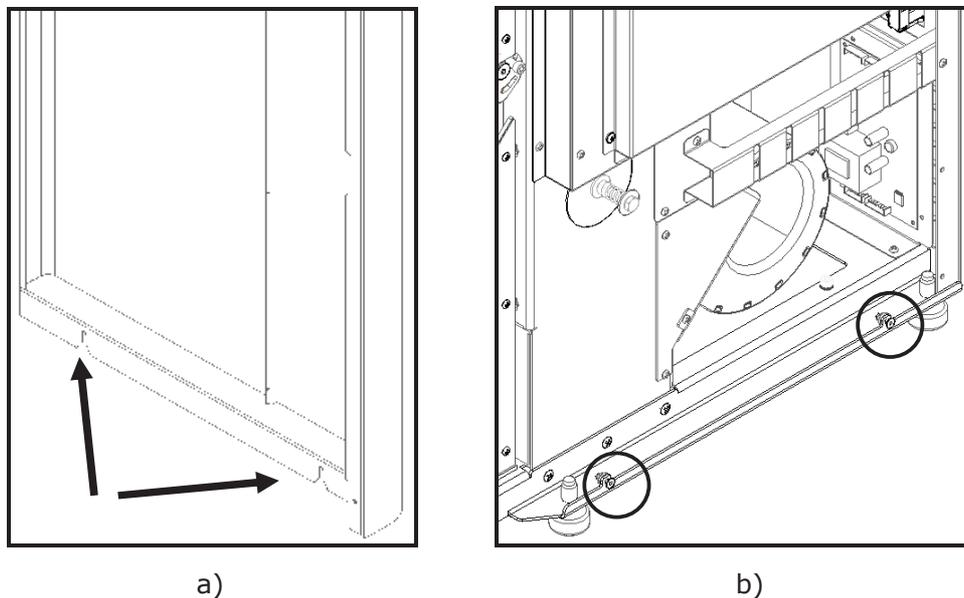

Figura 93 – Colocación de las envolventes
c) Enganchar los agujeros inferiores de las cubiertas laterales (Figura 93-a), en las guías que están en el fondo de la máquina.